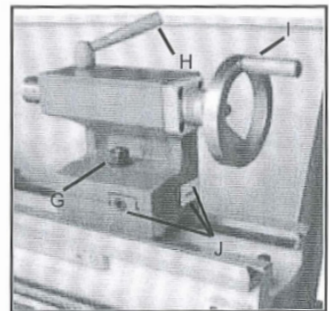

Fig. 16
**Pinoldok klemskruen (G, Fig.16)**
**Pinoldok fjerpen tværgående arm (H, Fig.16)**
**Pinoldok fjerpen tværgående håndhjul (I, Fig.16)**
**Pinoldok OFF-sæt tilpasning (J, Fig.16)**